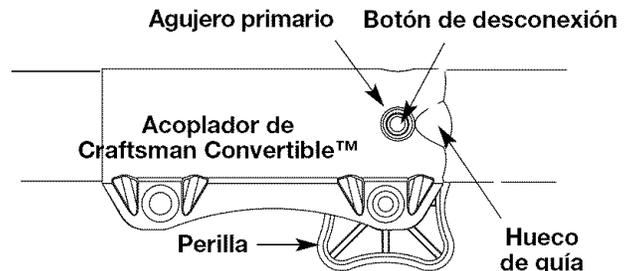

Fig. 15
3. Mientras que firmemente sostiene el accesorio, empujelo derecho en el acoplador hasta el botón liberador (Fig. 15) se encaja a presión hacia el agujero primario (Fig. 15). El agujero primario está en el lado opuesto del acoplador de la perilla (Fig. 15). La alineación del botón de desconexión con el hueco de guía facilitará la instalación (Fig. 15).
3. Opima y sostenga el botón de desconexión (Fig. 15).